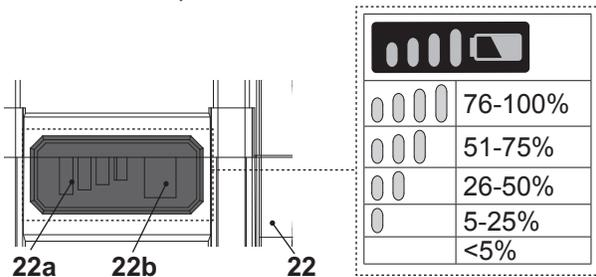

Fig. 11
Le bloc-batterie (22) est équipé de témoins d'autonomie (22a) qui permettent de donner une indication relative à l'autonomie restante du bloc-batterie. Appuyez sur la touche d'autonomie de la batterie (22b) pour vérifier l'autonomie de celle-ci (Fig. 11).